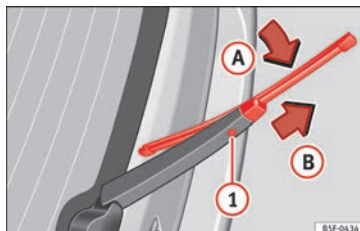

Fig. 63 Cambio de la escobilla de la luneta.
» **fig. 63.**
- Abata la escobilla en la dirección del brazo del limpiaparabrisas » **fig. 63** (flecha **A**) tirando en el sentido que indica la flecha **B**.